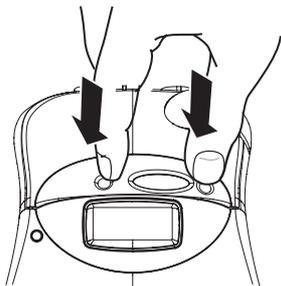

Figura 3
1. Prima e solte a tampa da cassette de fita para abrir o compartimento da fita. Veja a figura 3.